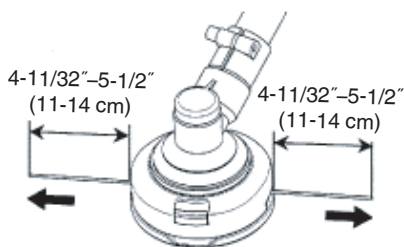

Fig. 31
- (7) La longitud inicial de la línea de corte deberá ser de 4-11/32"-5-1/2" (11-14 cm) aproximadamente e igual a ambos lados. (Fig. 31)